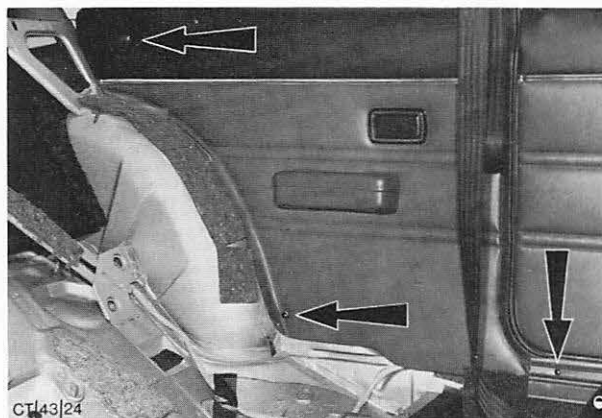

Abb. 46 Lage der Befestigungsschrauben – hintere Seitenverkleidung
5. Verkleidung auf die Seitenwand montieren und Befestigungslöcher ausrichten. Beide Schrauben eindrehen und festziehen, Abb. 46. Trimstoff an der vorderen Kante über den Haltesteg des Türdichtgummis umschlagen.